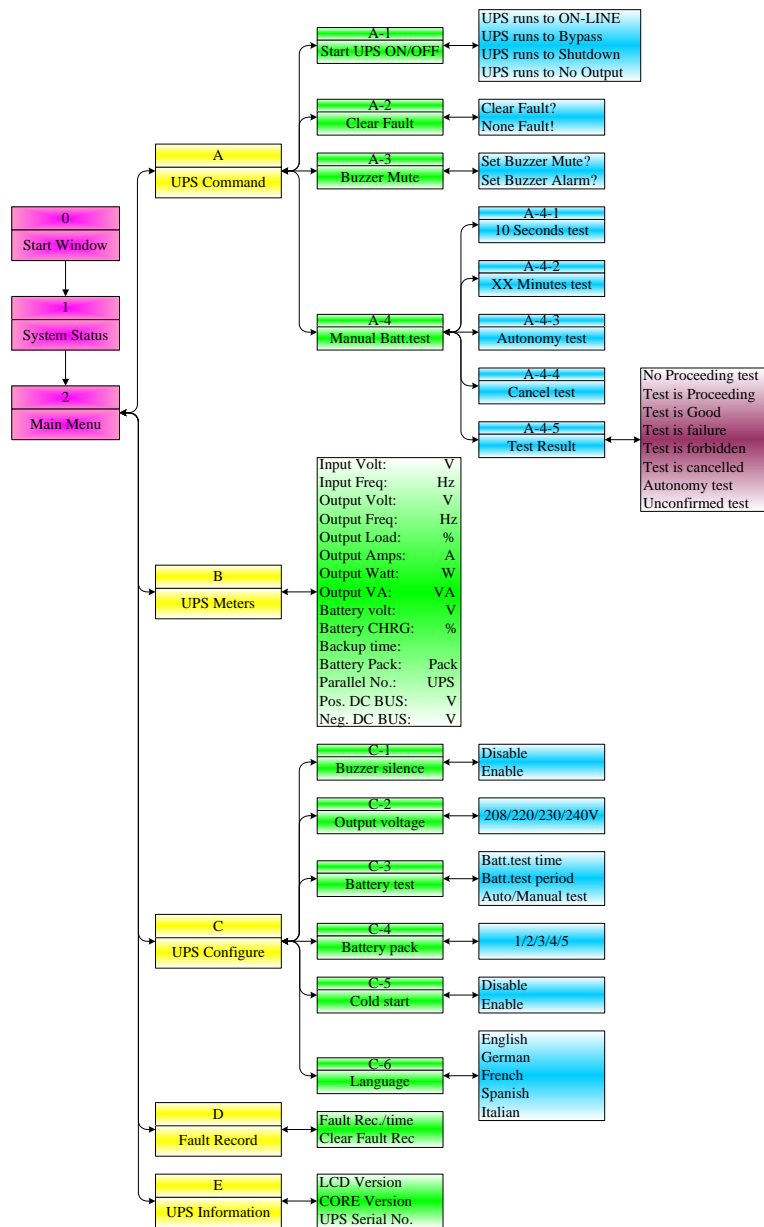

Рис. 9: Блок схема, основное и подменю
- Дисплей включает в себя нижеследующие окна. Каждое окно имеет собственный номер (см. рис.9). Нажатием кнопок "UP KEY" или "DOWN KEY" и "MENU/ENTER" можно перемещаться через различные меню.
Если происходит ошибка, ИБП автоматически переключается в обходной режим (BYPASS). Только в случае ошибки отключения аккумуляторов сохраняется исходный режим работы. Сообщение об ошибке чередуется с режимом работы ИБП раз в секунду, светится красный индикатор ошибки на передней панели и раздается постоянный звуковой сигнал. Если происходит ошибка, можно выполнить следующие действия (см. рис. 9 выше):
Устройства для параллельного подключения должны быть одного типа и одной мощности. Идентичные установки эти устройств должны быть одинаковы (если доступны). Проверьте настройки всех параллельных устройств, рис. 9 на странице 26 показывает параметры установки (подменю “UPS Configure”). Установки выходного напряжения должны быть одинаковы.